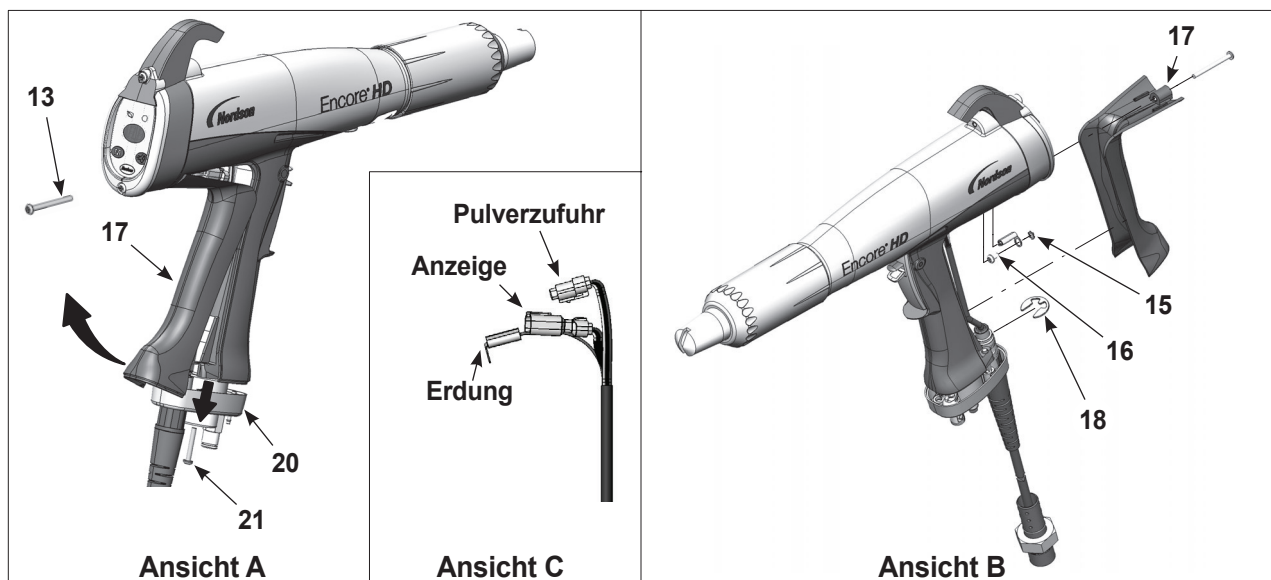

Abbildung 16 Kabel ersetzen
2. Siehe Abbildung 16, Ansicht A. Die beiden M3×20-Schrauben (21) entfernen, mit denen die Griffbasis (20) am Griff befestigt ist.
3. Die untere M3x35 Schraube (13) vom Anzeigemodul abnehmen.
4. Die Basis weit genug vom Griff wegziehen, damit die Unterkante des Erdungsstücks (17) nicht mehr in der Basis sitzt.
6. Siehe Abbildung 16, Ansicht B. M3×8-Schraube, Sicherungsring (16, 15) und Erdungsklemme vom Erdungsstück entfernen.
7. Den Haltering (18) vom Kabel entfernen.
8. Siehe Abbildung 16, Ansicht C. Die Kabelstecker aus dem Griff ziehen. Einen kleinen Schlitzschraubendreher in die Vertiefungen in den Steckern von Netzteil und Anzeige einführen, um den Schließhaken zu lösen, dann die Stecker trennen.
1. Siehe Abbildung 16. Ein neues Kabel durch die Griffbasis führen, dann den Haltering (18) am Kabel anbringen, um es zu fixieren.
3. Die Kabelklemme mithilfe der M3x6 Schraube und der Sicherungsscheibe (16, 15) mit dem Erdungsstück (17) verbinden.
6. Die Griffbasis (20) nach oben gegen Griff und Erdungsstück schieben und die beiden M3×20-Schrauben (21) fest in die Griffbasis schrauben.
7. Die M3×35-Schraube (13) wieder unten in das Anzeigemodul schrauben.